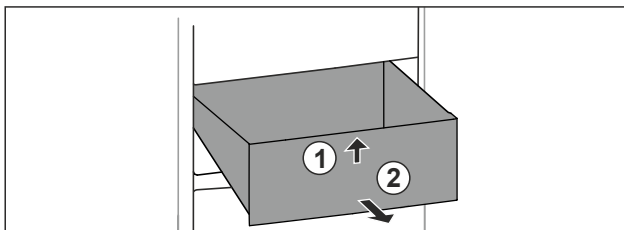

Fig. 86
- ▶ Predal spredaj dvignite. Fig. 86 (1)
- ▶ Predal vzemite ven v smeri naprej. Fig. 86 (2)